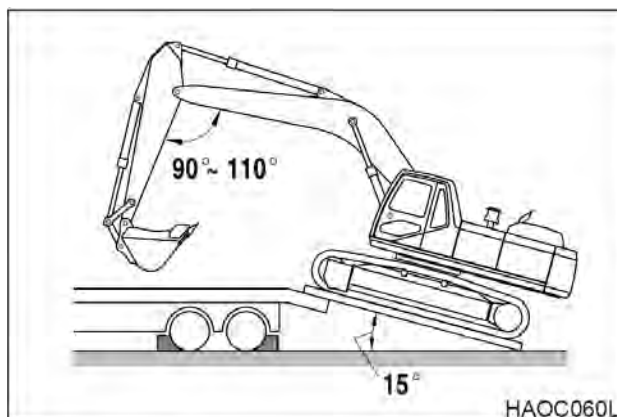

Рис. 9
1. Убедиться, что трейлер стоит на ровной, твердой поверхности. См. рис. 9.